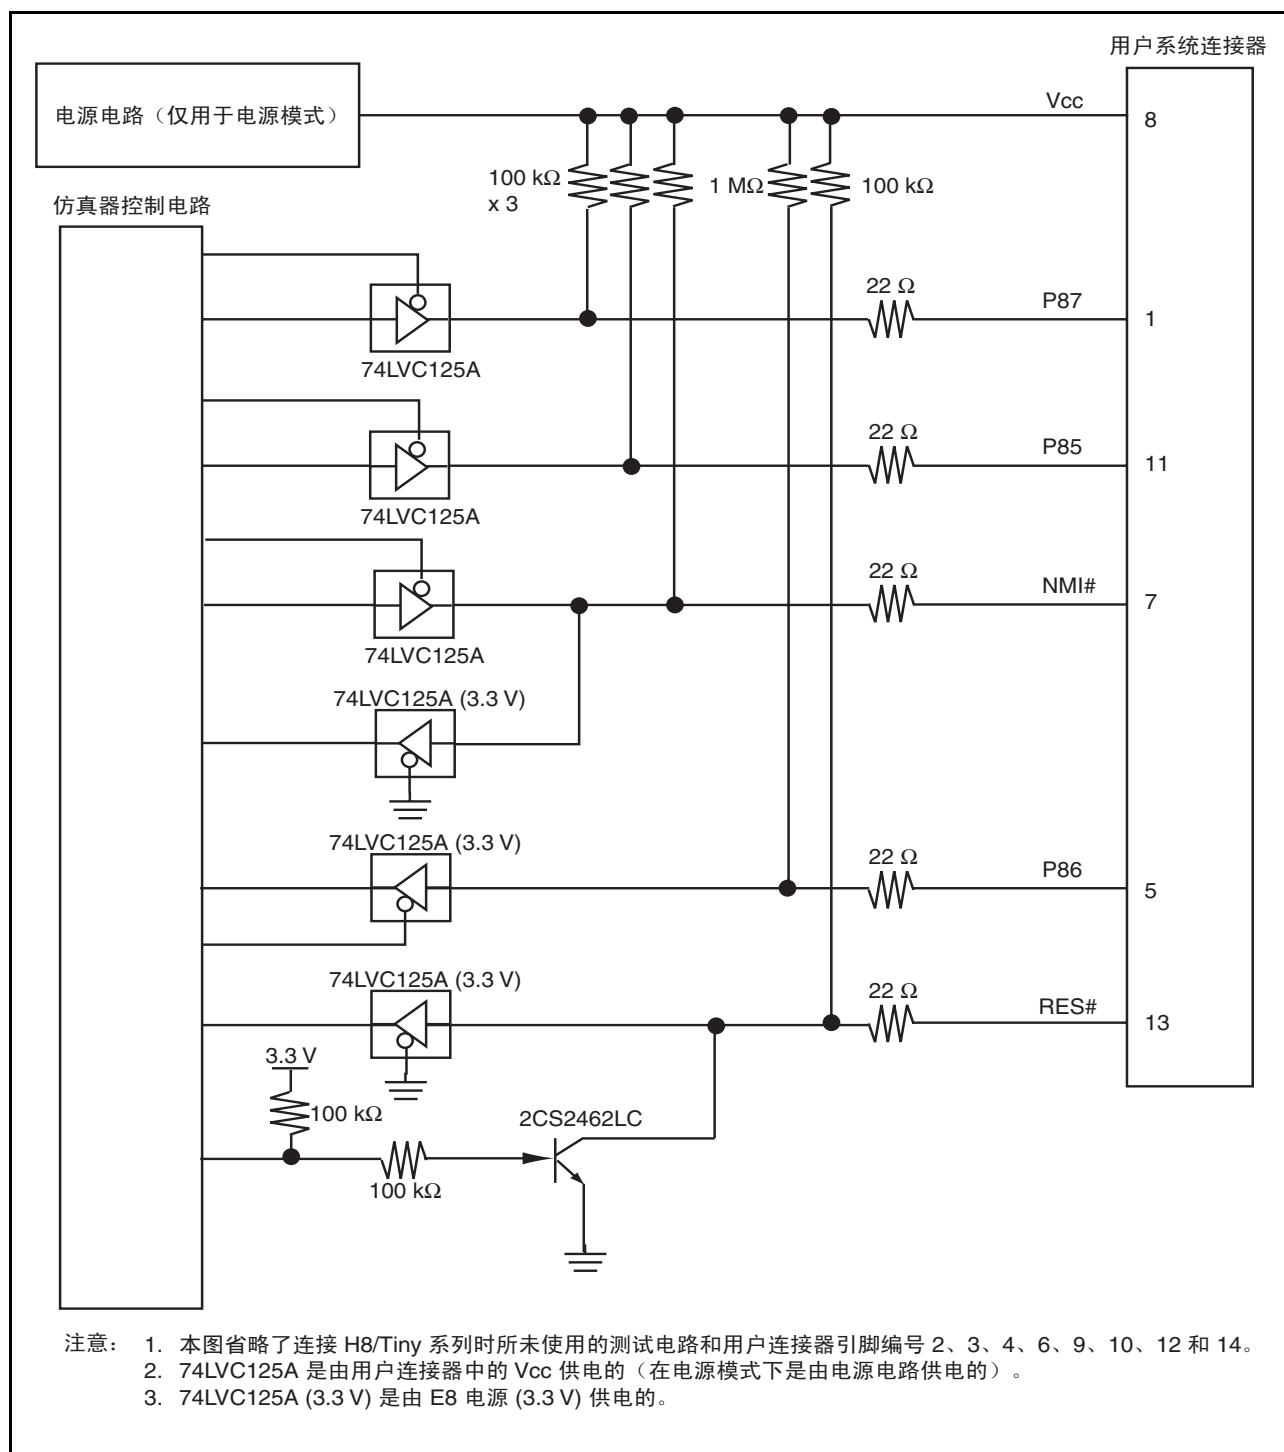
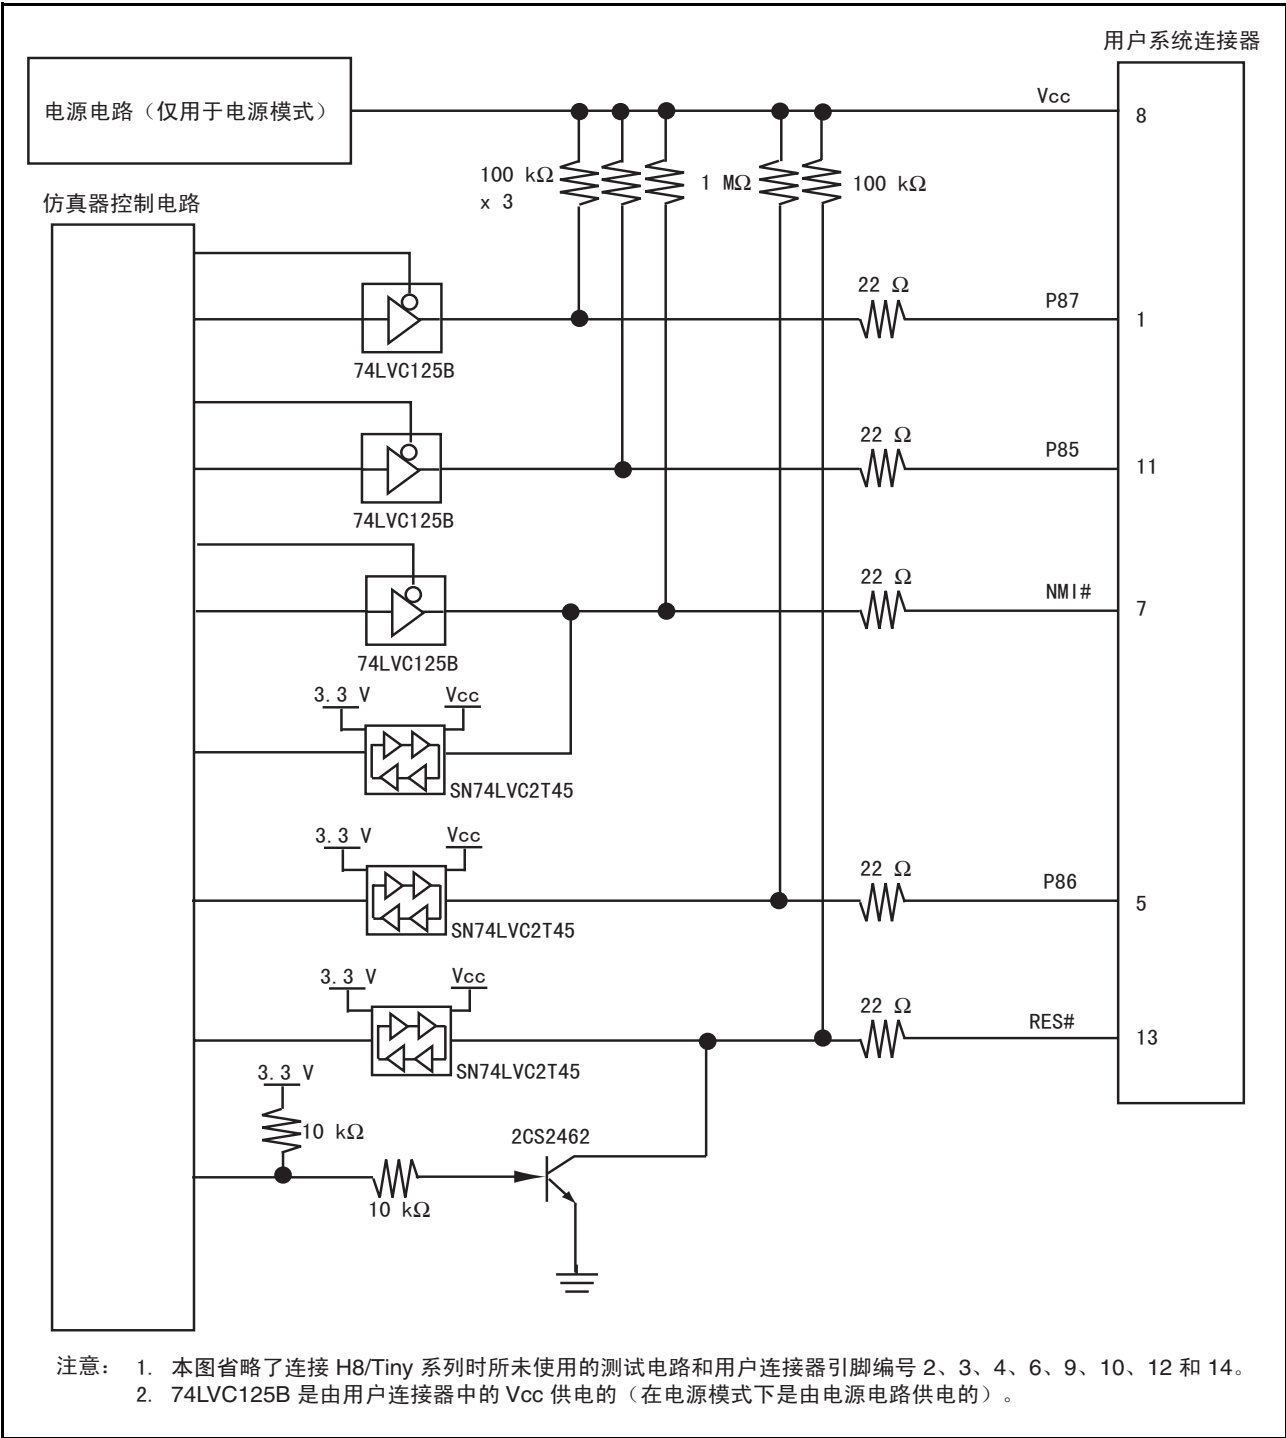

图 4.6 E8 仿真器中的接口电路（参考）
图 4.7 E8a 仿真器中的接口电路（参考）
6. 图 4.6 和图 4.7 分别显示了 E8 和 E8a 仿真器中的接口电路请参考这些图来确定上拉电阻值。